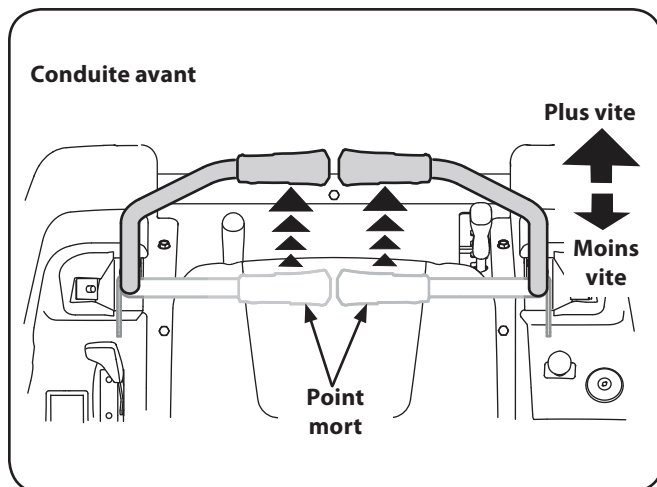

Figure 5-3
1. Déplacez les deux leviers de direction lentement et en douceur vers l'avant. Le tracteur commencera à avancer. Voir la Figure 5-3.
Pour tourner le tracteur en avançant, déplacez les leviers de direction selon le besoin, en poussant un levier et en tirant sur l'autre. Le tracteur tournera dans la direction du levier qui est tiré vers l'arrière. Voir la Figure 5-3.